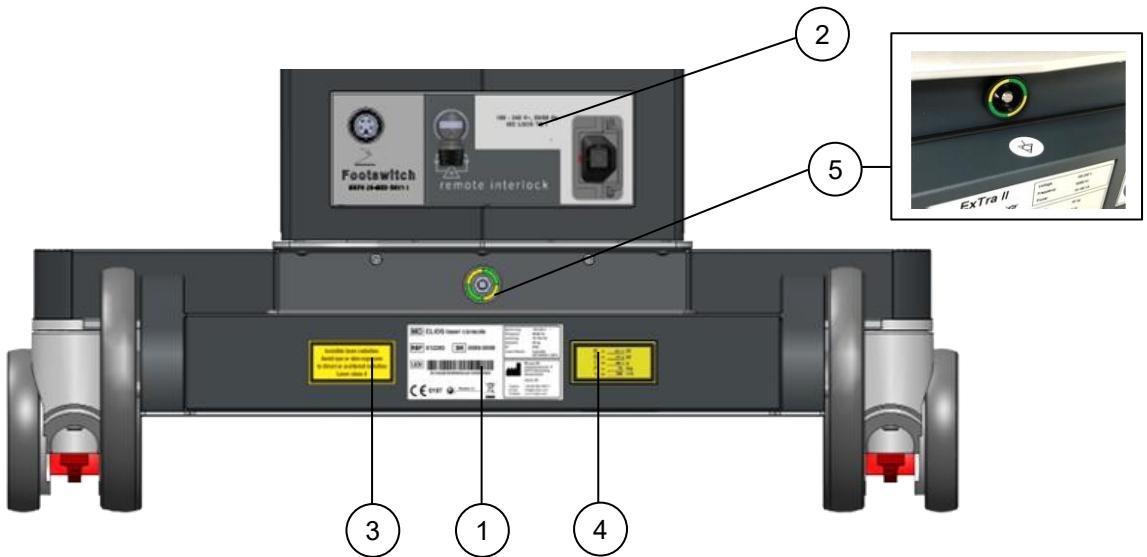

Abb. 2-1: Gerätrückseite
1.	<p>Das Typenschild befindet sich auf der Geräterückseite (siehe Abb. 2-1).</p> <p>Die verwendeten Symbole bedeuten:</p> <ul style="list-style-type: none"> MD Medizinprodukt REF Katalognummer SN Seriennummer UDI eindeutige Produktidentifizierung  Wechselspannung IP IP-Schutzklasse  Hersteller und Herstellungsdatum (YYYY-MM) CE 0197 CE-Konformitätskennzeichnung mit der Nummer der benannten Stelle
2.	<p>Kennzeichnung der Anschlüsse.</p> <p>Netzanschluss („100 – 240 V~, 50/60 Hz IEC LOCK TM !“)</p> <ul style="list-style-type: none">  Fußschalter („Footswitch“)  externer Interlock („remote interlock“) <p>Das Label befindet sich auf der Geräterückseite (siehe Abb. 2-1).</p>
3.	Die ELIOS laser console erzeugt Strahlung der Laser Klasse 4. Die unsichtbare Strahlung darf nicht auf die Augen oder Haut treffen. Das Label befindet sich auf der Geräterückseite (siehe Abb. 2-1).
4.	Die Laserausgangs-Leistungsdaten sind auf dem nebenstehend abgebildeten Label angegeben. Das Label befindet sich auf der Geräterückseite (siehe Abb. 2-1).
5.	Kennzeichnung Potentialausgleichsstecker. Das Label befindet sich auf der Geräterückseite (siehe Abb. 2-1).
6.	Dieses Symbol weist darauf hin, dass das Gerät nicht in den Haushaltsmüll entsorgt werden darf. Wenn das Produkt das Ende seiner Lebensdauer erreicht hat, kontaktieren Sie bitte die MLase AG oder einen von der MLase AG dazu autorisierten Servicepartner. Dieser nimmt das Gerät zurück und kümmert sich um die Entsorgung. Das Symbol ist Bestandteil des Typenschildes (siehe Abb. 2-1).